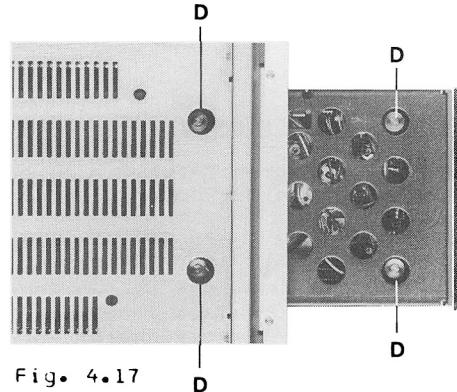

Fig. 4.17
- Gerät ausschalten und Schublade von Hand ca. drei Viertel ausfahren (beide hinteren Messingschrauben müssen durch die Öffnungen im Bodenblech sichtbar sein, siehe Fig. 4.17).